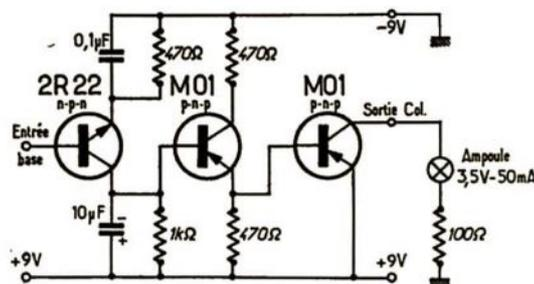

FIG. 7. — Schéma du module indicateur stéréophonique
**La platine indicateur stéréo :** Comme indiqué par le schéma de la figure 7, cette platine de faibles dimensions ( $17 \times 23 \times 38 \text{ mm}$ ) ne comporte que trois transistors un n-p-n 2R22 et deux p-n-p MO1 montés en cascade en amplificateurs de courant continu. Les signaux de 38 kHz prélevés sur la platine décodeur sont appliqués à la base du premier transistor dont le collecteur est relié directement à la base du second. L'émetteur du deuxième transistor est relié directement à la base du troisième dont le circuit collecteur est alimenté en continu par une résistance de  $100 \Omega$  en série avec une ampoule de 3,5 V - 50 mA.